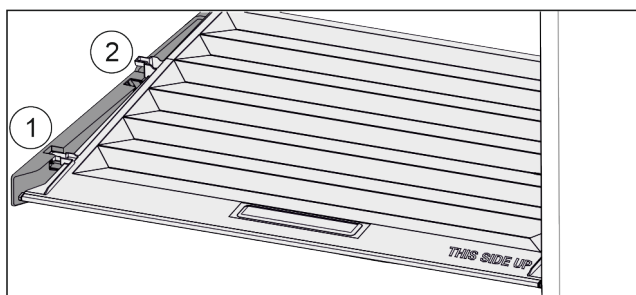

Fig. 101
- ▶ Træk dækslet fremad til åbning i holdedelene Fig. 101 (1).
- ▶ Løft nedefra og bevæg det opad og ud Fig. 101 (2).